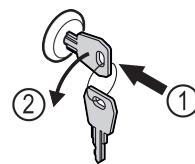

Fig. 201
- ▶ Schlüssel hineindrücken. Fig. 201 (1)
- ▶ Schlüssel um 90° gegen den Uhrzeigersinn drehen. Fig. 201 (2)